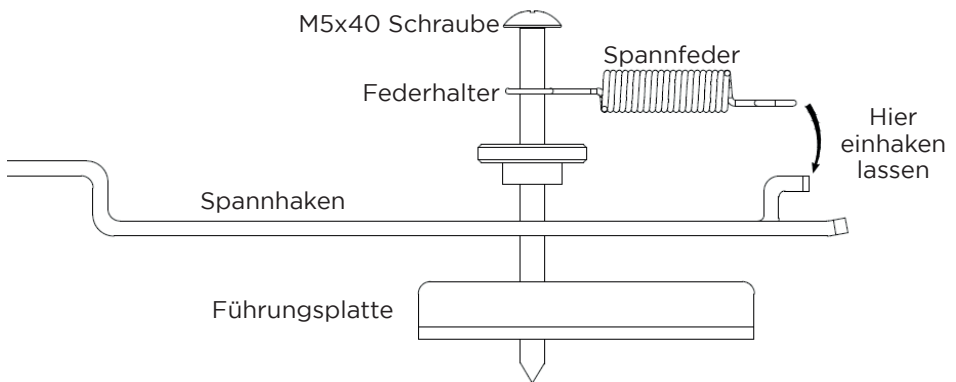

Abb. 1
3. Untere Montagewinkel | Setzen Sie den Winkel mit den Bestandteilen gemäß Abb. 1 zusammen.